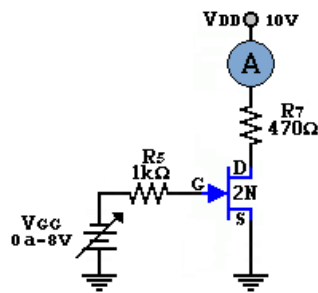

Figura 10.3.
3. Arme el circuito de la figura 10.3. Inserte el primer JFET en el circuito.